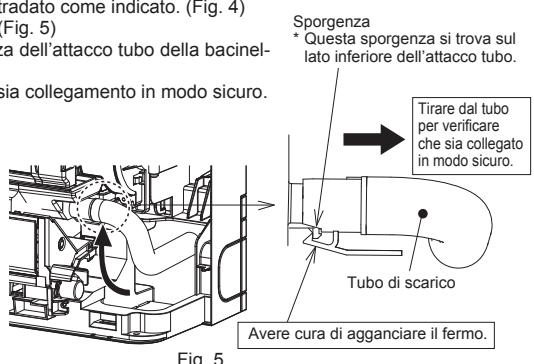

Fig. 5 Avere cura di agganciare il fermo.
- Inserire il tubo di scarico fino alla base della bacinella di scarico (fine collegamento). (Fig. 5)